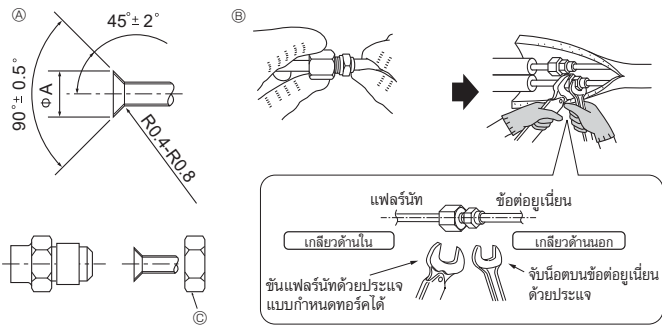

Fig. 4-1
4.2. การต่อท่อ (Fig. 4-1)
- ทำการสวมเพลร์นัทโดยตั้งกึ่งกลางท่อให้ตรงกัน แล้วหมุนประมาณ 3-4 รอบ ด้วยมือ และใช้ประแจสองตัวในการขันบริเวณเชื่อมต่อให้แน่น ③
③ แรงบิดเพลร์นัท